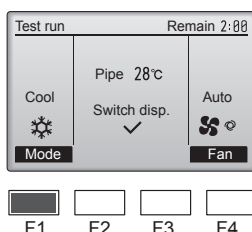

Fig. 7-3
- ① Appuyez sur la touche [F1] pour changer de mode de fonctionnement. (Fig. 7-3)